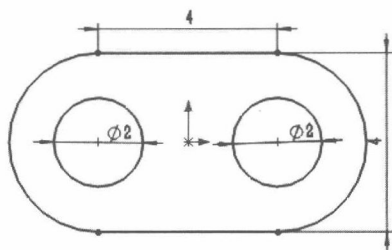

图 1.17 标注尺寸
(4) 单击【智能尺寸】按钮，完成尺寸标注，完成草图绘制，如图 1.17 所示。